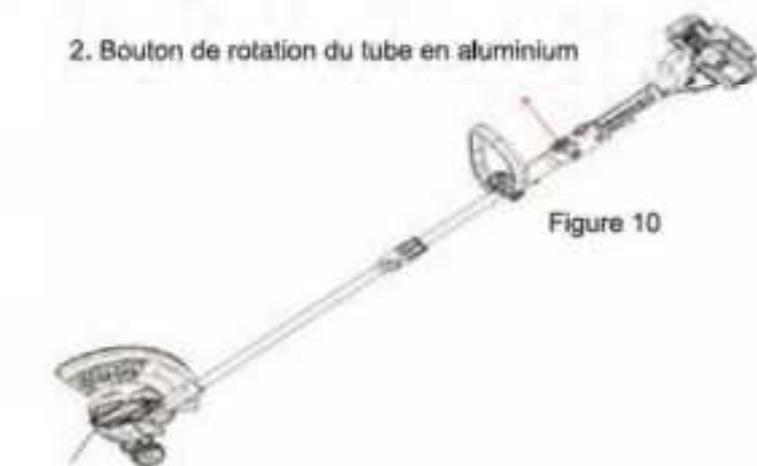

Figure 10
- Appuyez et maintenez le bouton de verrouillage "10" de la figure 10, Maintenez la tête de coupe à niveau avec le tube en aluminium.